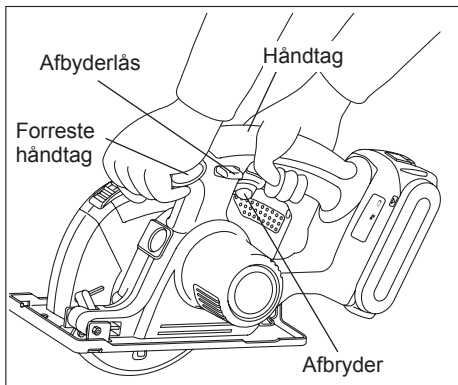

Fig. 8
Hold værktøjet med begge hænder. (Se Fig. 8). Forsøg ikke at fjerne det afskærne materiale, mens bladet er i bevægelse.
- Hold altid i håndtaget med den ene hånd og i det forreste greb med den anden. (Se Fig. 8.) Fasthold et godt greb, og tryk kontakten helt i bund.